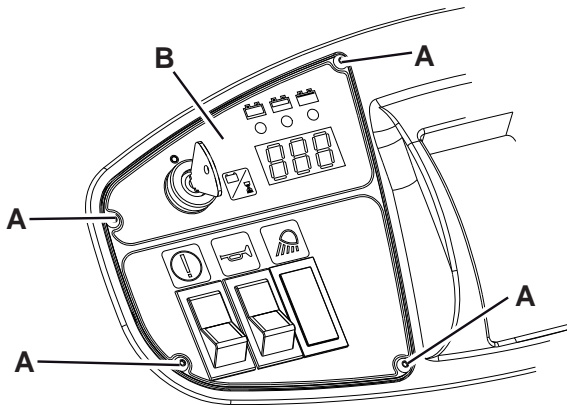

Abbildung 26
8. Sicherstellen, dass den Batteriestecker (25) nicht angeschlossen ist.
9. Stützstange (36) abnehmen und Haube (22) schließen.
10. Schrauben (A, Abb. 26) entfernen und rechtes Bedienpult (B) vorsichtig herausnehmen.
12. Bedienpult (B, Abb. 26) vorsichtig einbauen und mit den entsprechenden Schrauben (A) befestigen.
13. Haube (22) öffnen, Batteriestecker (25) anschließen und Haube (22) wieder schließen.
15. Die Feststellbremse mittels des Pedals (75) und des Hebels (68) betätigen.
16. Zündschlüssel (67) abziehen.
17. Haube (22) öffnen und mit der Stützstange (36) sichern.
18. Batteriestecker (25) trennen.
19. Anschlusskabel der Batterien (23) trennen.
21. Überprüfen, ob die Verschlussstopfen (24) der WET-Batterien geschlossen sind, damit keine hochkorrosive Batterieflüssigkeit austritt.